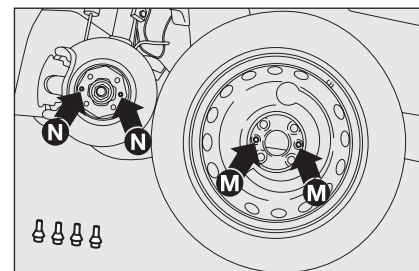

fig. 15
- ☐ monter la roue compacte en faisant coïncider les trous **M**-fig. 15 avec les pions de centrage correspondants **N**;